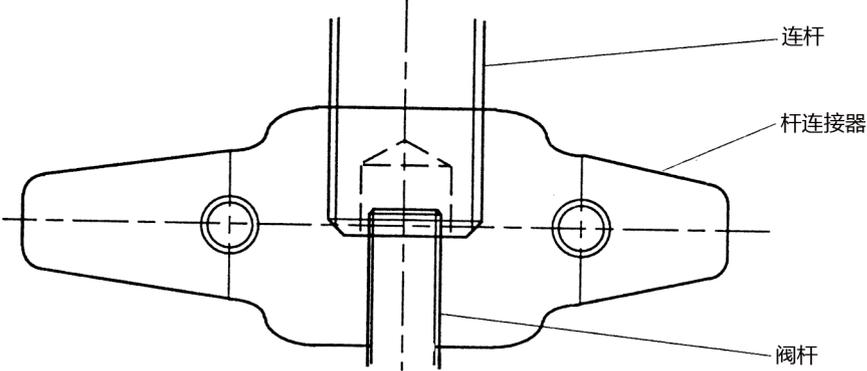

图 7-1 正或反作用型的调整
7. 在上述状态下，通过调整连接执行机构推杆和阀推杆的杆连接器的螺纹，使执行机构杆和阀杆对成一直线，然后牢固拧紧杆连接器的紧固螺栓。（参见图 7-1）
6. 执行与项目 A "正作用型" 步骤 (7) 相同的步骤。（参见图 7-1）